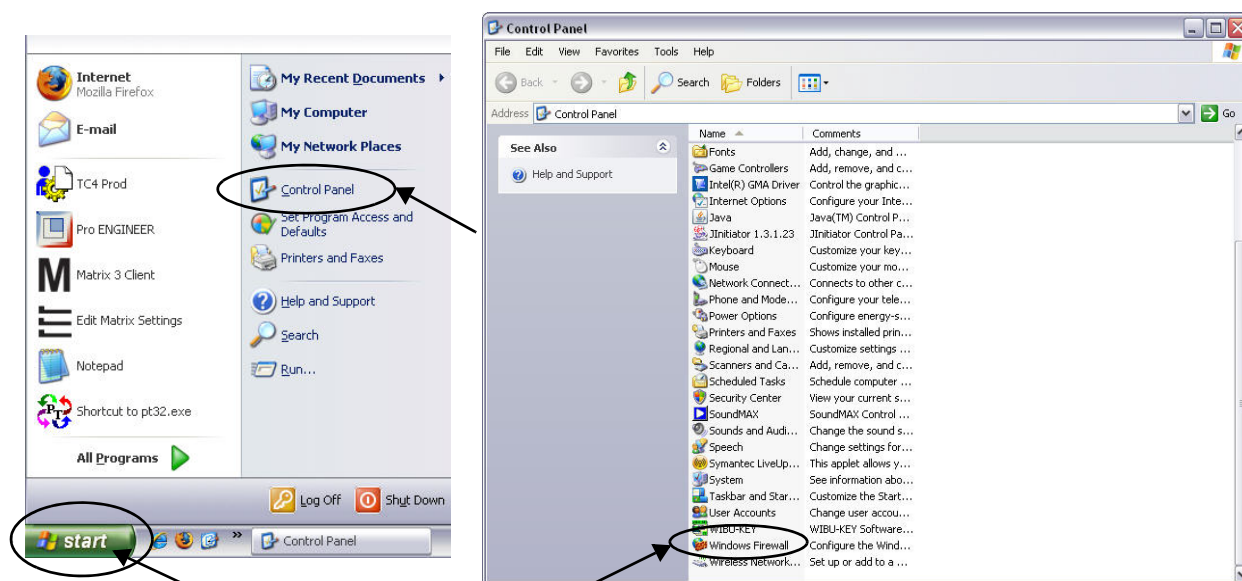

FIG. 24
1. Pour lancer l'éditeur, cliquez sur "Start/Control Panel/Windows Firewall" (Démarrer/Panneau de configuration/Pare-feu Windows) (Fig. 24).